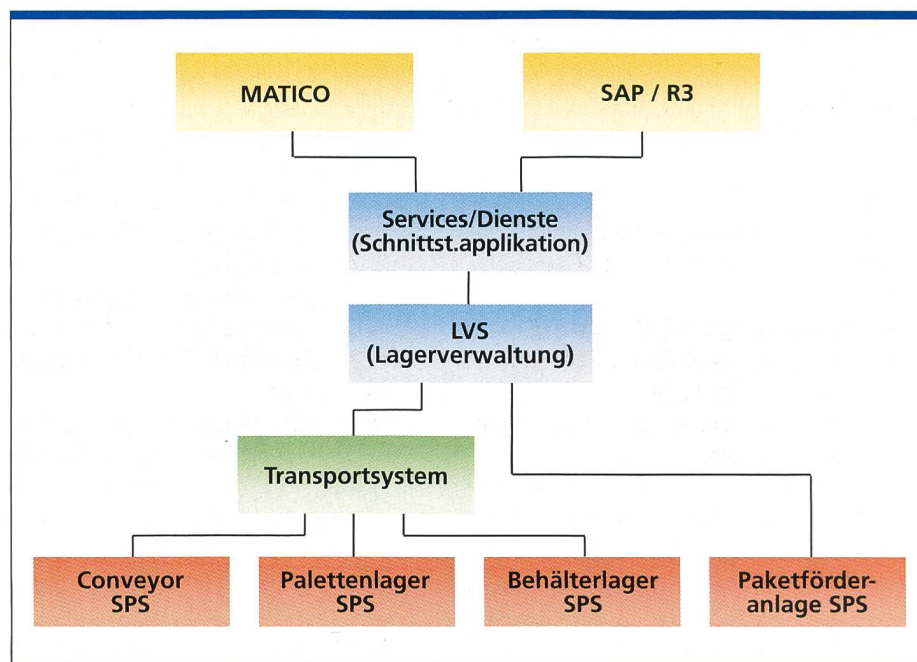

Bild 1. LVS und Materialbewirtschaftungssysteme.
**D**as bisher eingesetzte Materialbewirtschaftungssystem (Bild 1), eine Swisscom-Eigenentwicklung, wird dabei für bestehende Geschäftsprozesse parallel dazu weiter betrieben. Das ist dadurch möglich, weil das LVS